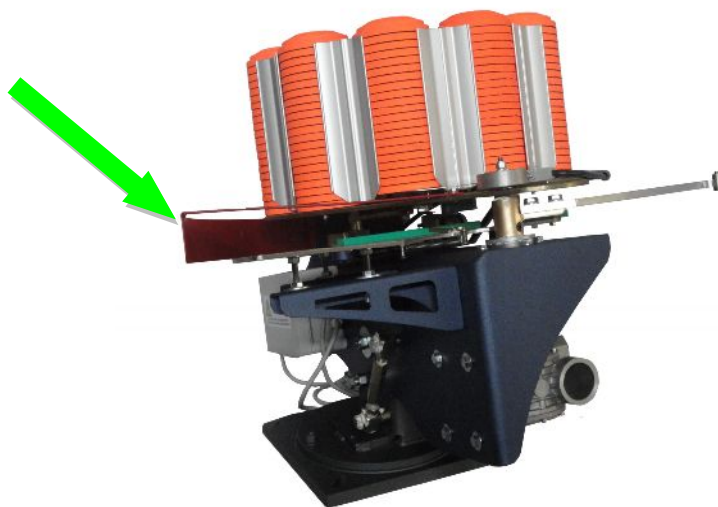

Fig.4
2. Applicare o verificare la protezione di sicurezza in fig. 4